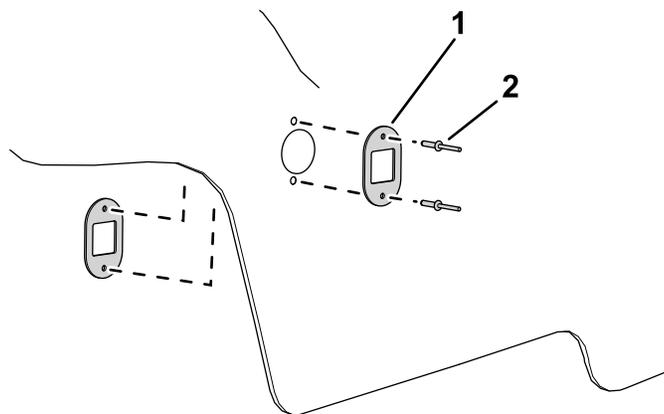

Figura 4
5. Utilizzate 2 rivetti (1/2") per fissare le piastre del fermo al cofano (Figura 4).